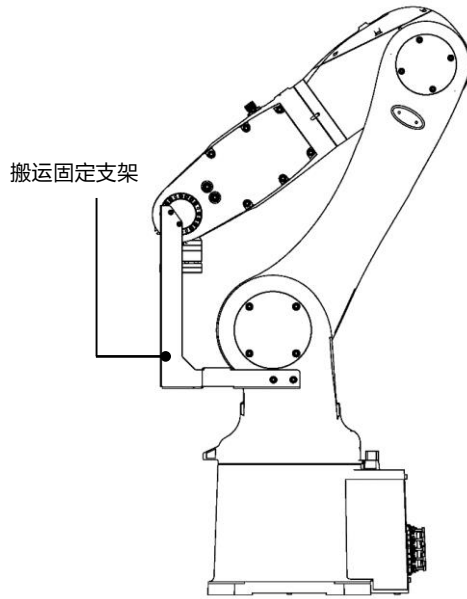

图 3-3 AIR7L-B 型操作机搬运位姿图
AIR7L-B 操作机搬运时位姿图如图 3-3 所示。
- 操作机在长距离或有较强振动的运输条件下，需要安装图 3-3 中的搬运固定支架，防止过度的运输振动造成机械损伤。搬运固定支架在出厂包装中提供，请妥善保管，以便二次运输时使用。